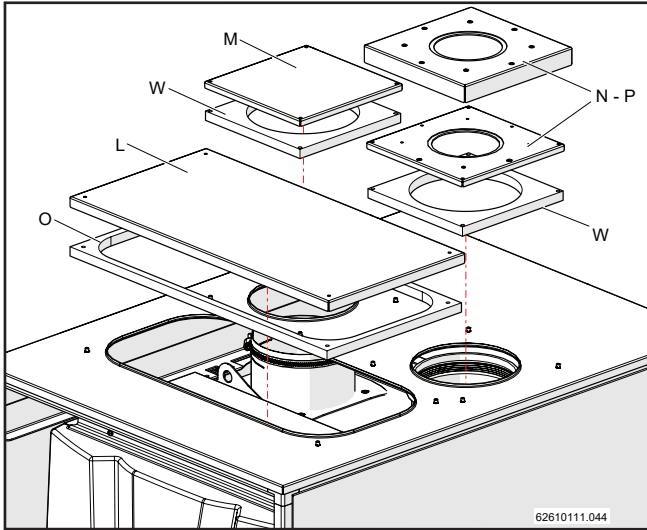

Figure 15-65
- 16.- Fixer la couverture pour les connexions électriques "L", pour l'aspiration "M" et pour l'évacuation des gaz brûlés "N" (ou "P") sur le couvercle supérieur, avec les vis "D" (figures 15-65 et 15-66) et appliquer les étanchéité "O" et "W" comme le montre la figure 15-65.
- Si vous avez l'évacuation des gaz brûlés avec diamètre 160 mm, utiliser les couvertures "N" de la figure 15-65.
- Si vous avez l'évacuation des gaz brûlés avec diamètre 110 mm, utiliser les couvertures "P" de la figure 15-65.